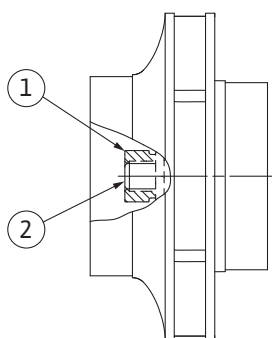

Fig. 107: Правильное положение гайки рабочего колеса после монтажа
8. Удерживая вал гаечным ключом (с шириной зева 22 мм), затянуть гайку рабочего колеса с предписанным крутящим моментом затяжки (см. таблицу «Крутящий момент затяжки» [► 30]). Гайка (Fig. 107, поз. 1) должна располагаться заподлицо с концом вала (Fig. 107, поз. 2) с отклонением $\pm 0,5$ мм. Если это условие не выполняется, ослабить гайку и повторить операции 4 – 8.